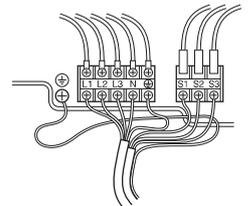

Fig. 7-2
### 7.1. Außenanlage (Fig. 7-1, Fig. 7-2)
- Die Kabel gemäß der Fig. 7-1 und der Fig. 7-2 verdrahten.